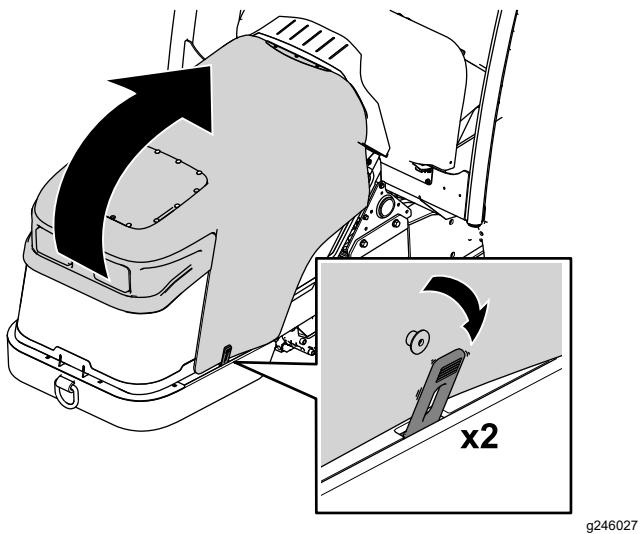

図 70
1. 機体両側でストラップを外す 図 70。
2. フードを上げる図 70。